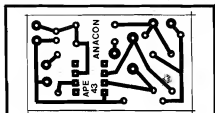

Fig. 3
- **FIG. 3 - O LAY OUT DO CIRCUITO IMPRESSO** - Uma "caquinha" de tão pequeno! A figura mostra o padrão cobreado de ilhas e pistas a ser utilizado na confecção do Impresso... Devido ao seu pequeno tamanho e extrema simplicidade, o Leitor não encontrará nenhuma dificuldade na elaboração da placa. Quem for ainda muito "verde" no assunto, deverá